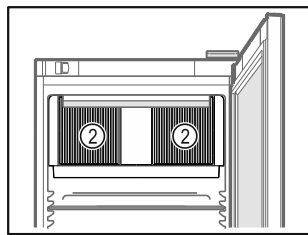

Fig. 61
- A belső térben lévő keringető ventilátor szellőzőnyílásait Fig. 61 (2) tartsa szabadon.